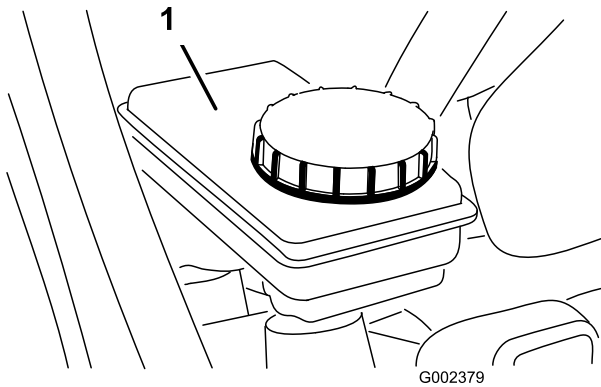

Bild 25
2. Der Flüssigkeitsstand sollte die Vollinie am Behälter erreichen (Bild 25).